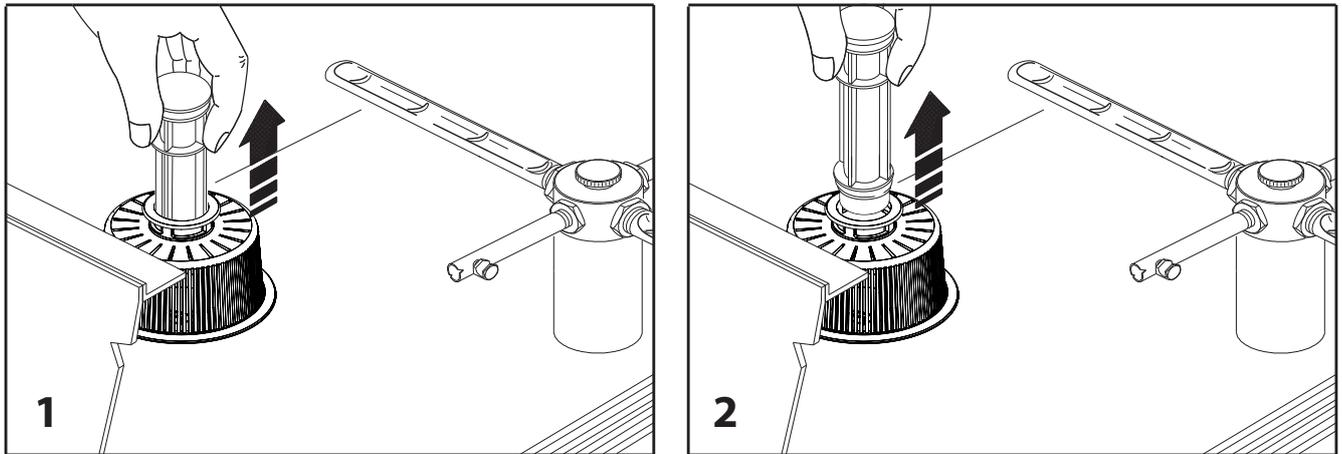

Fig. 16
1. desligar a máquina de lavar louça (utilizando os 'INTERRUPTORES DE ATIVAÇÃO (2)', ver par. 4.6) e desligá-la da rede elétrica
2. tirar o tubo de transbordamento (fig. 16)